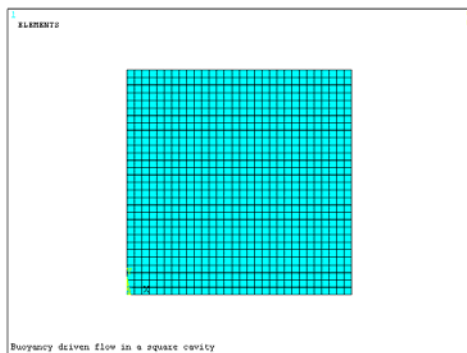

图 8-66 网格划分结果显示
④依次选择 Main Menu→Preprocessor→Meshing→Mesh→Areas→Free, 会弹出 Mesh Area 对话框, 单击“Pick All”按钮关闭该对话框。
⑤依次选择 Utility Menu→Select→Everything。
⑥依次选择 Utility Menu→Plot→Elements, ANSYS 显示窗口将显示如图 8-66 所示的网格划分结果。